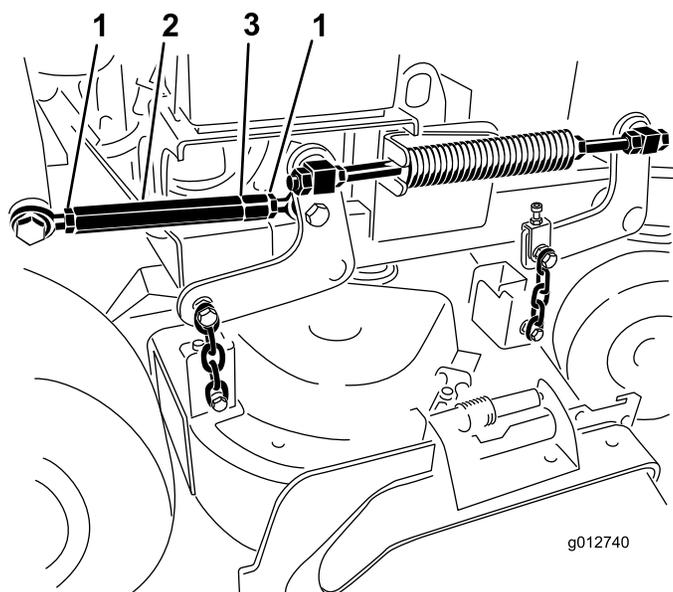

Figure 88
7. Desserrez les écrous de blocage à chaque extrémité du tendeur (Figure 88).
Remarque: L'extrémité du tendeur portant la gorge usinée est filetée à gauche (Figure 88).